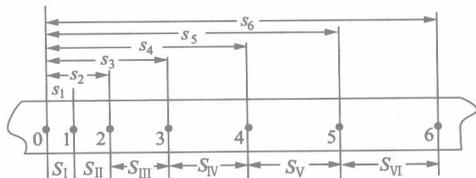

图 1-9
(3) 打点计时器纸带的处理
① 纸带的选取:一般实验应从点迹清晰、无漏点的纸带中选取有足够多点的一段作为实验纸带。
② 根据纸带上点的密集程度选取计数点.打点计时器每打 n 个点取一个计数点,则计数点时间间隔为 n 个打点时间间隔,即 $T=0.02n$ (s).一般取 $n=5$,此时 $T=0.1$ s.
③ 测量计数点间距离.为了测量、计算的方便和减小偶然误差的考虑,测量距离时不要分段测量,尽可能一次测量完毕,即测量计数起点到其他各计数点的距离.如图1-9所示,则由图可得: